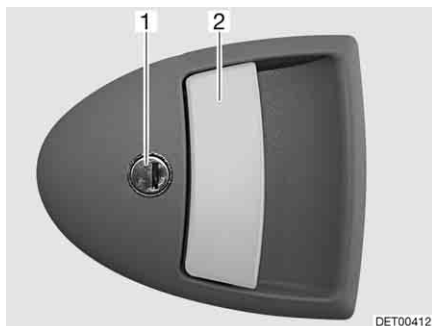

Fig. 58 Fechadura da porta de entrada, lado de fora
- Meta a chave no canhão da fechadura (Fig. 58,1) e gire até a fechadura da porta estar destrancada.
- Puxe o manípulo da porta (Fig. 58,2). A porta está aberta.
- Meta a chave no canhão da fechadura (Fig. 58,1) e gire até a fechadura da porta estar trancada.